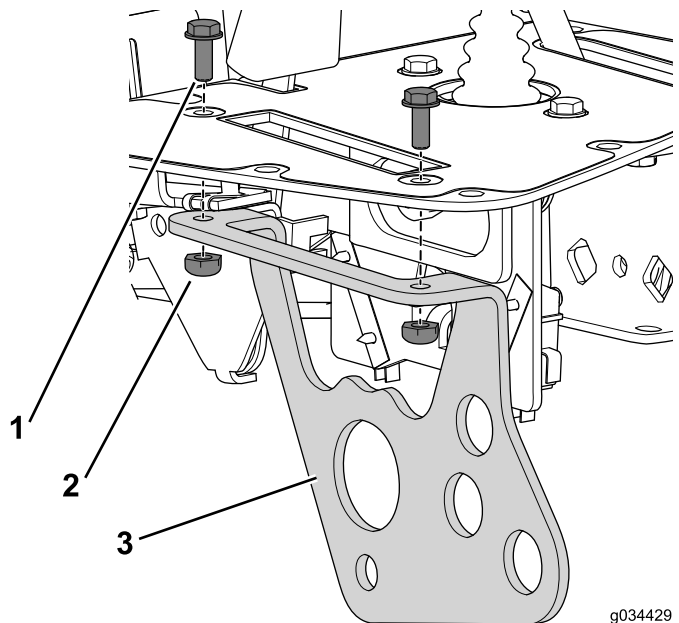

图21
1. 使用螺栓 (#10 x 1/2 英寸) 和锁紧螺母，将功能控制杆支架固定到控制台上 (图21)。